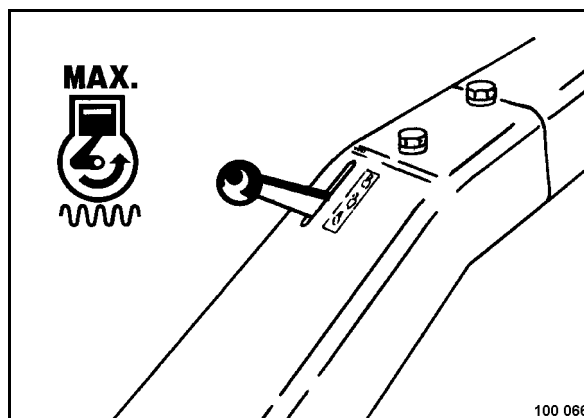

Fig. 40
- Colocar la palanca reguladora de revoluciones (Fig. 40) a posición "MAX".